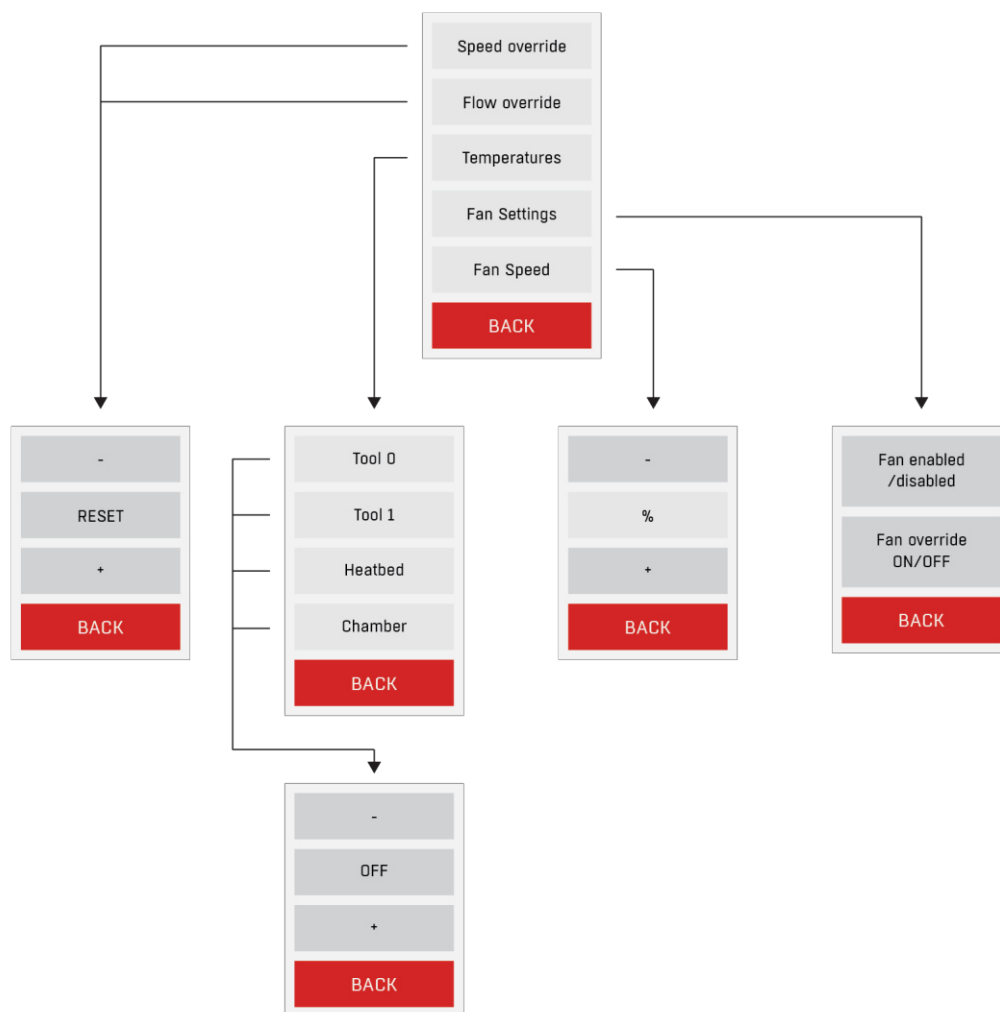

Рис. 51 Структура меню Tune
- Меню настройки (TUNE) – рис. 51